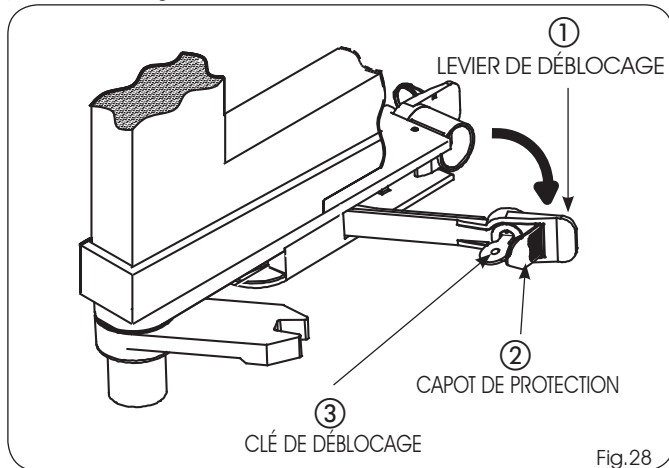

Fig. 28
- 1) Ouvrir le capot de protection (Fig. 28 réf. ②).
- 2) Introduire la clé de déblocage dans la serrure (Fig. 28 réf. ③) et la faire tourner dans le sens des aiguilles d'une montre jusqu'à la butée.
- 3) Tirer le levier de déblocage vers soi (Fig. 28 réf. ①).
- 2) Introduire la clé de déblocage dans la serrure (Fig. 28 réf. ③), la faire tourner dans le sens contraire jusqu'à la butée et l'enlever.